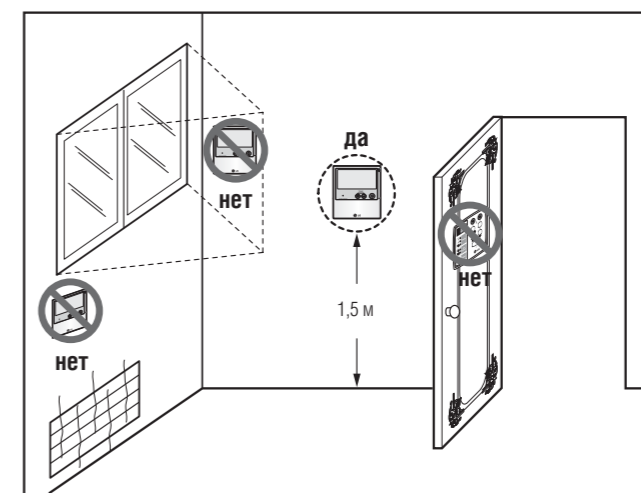

Рис. 1. Типичное расположение проводного ПДУ
- Данный ПДУ имеет сегментный ЖК-дисплей. Для обеспечения нормальной работы системы ПДУ должен быть смонтирован в соответствии с рис. 1. (Высота от пола должна быть 1,2–1,5 м).